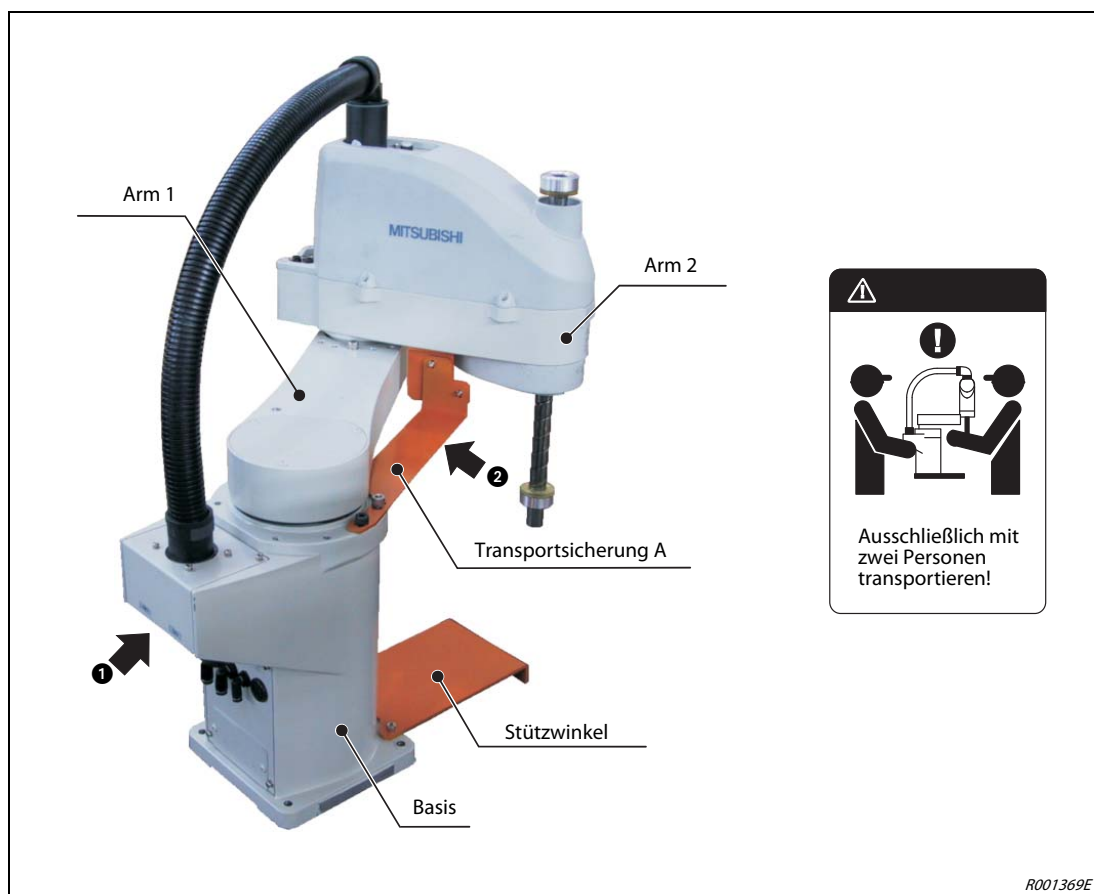

Abb. 3-10: Haltepunkte am Roboterarm
- **Tragen Sie den Roboterarm immer an den Haltepunkten ① und ②. Tragen Sie den Roboterarm niemals an den Abdeckungen, da dies zu Beschädigungen führen kann.**
- ① Der Transport muss immer mit zwei Personen erfolgen. Tragen Sie dabei den Roboterarm immer an den Punkten ① im Basisbereich und ② am Arm 2 sowie an der Transportsicherung A (siehe Abb. 3-10). Tragen Sie den Roboter niemals an den Seiten oder an den Abdeckungen, da diese sich lösen können und der Roboterarm zerstört wird.